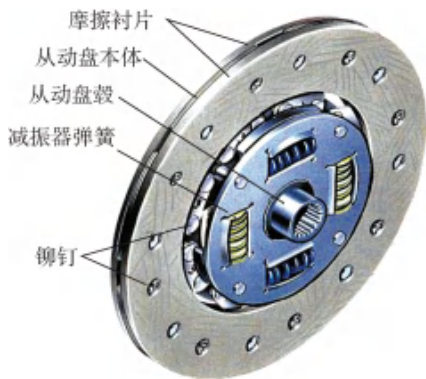

图 1-5 从动盘
(1) 主动部分包括飞轮、离合器盖和压盘。
(2) 从动部分包括从动轴、从动盘 (见图 1-5)。从动盘带有双面的摩擦衬片, 离合器正常结合时, 摩擦衬片与飞轮和压盘相接触。从动盘通过花键毂装在从动轴的花键上。从